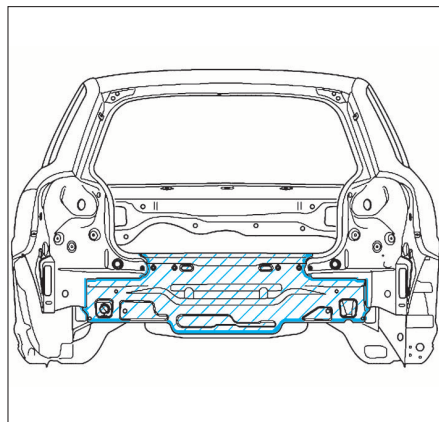

FIG. 41
- Détacher l'assemblage d'origine (Fig.41).